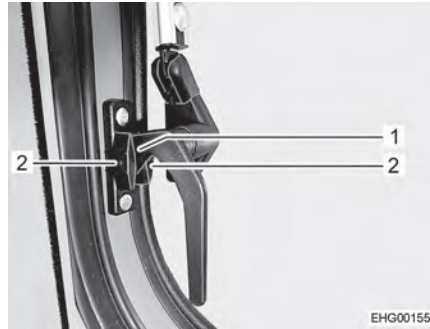

Bild 40 Låsarm, i sidan (i läget "kontinuerlig vädring")
- Sväng låsarmarna i sidorna ett kvarts varv nedåt. För in låsspaken (Bild 40,1) mellan de båda halvorna av låsblocket.